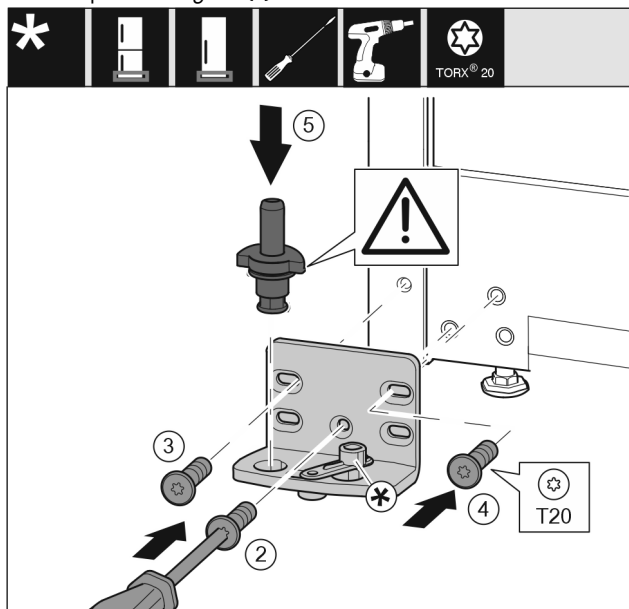

Fig. 14
- ▶ Postavite podložak ležaja na drugoj strani i zavijte pomoću odvijača T20. Započnite s vijkom 2 dolje u sredini. Fig. 14 (2)
- ▶ Pritegnite vijak 3 i 4. Fig. 14 (3,4)
- ▶ Kompletno umetnite podložak ležaja. Pri tome pazite da je ispuščenje za blokiranje okrenuto prema otraga. Fig. 14 (5)